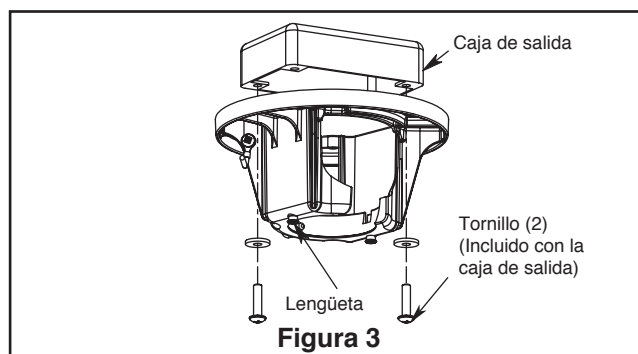

Figura 3
1. Fije bien la abrazadera para colgar a la caja de salida con los tornillos y las arandelas provistas con la caja de salida. (Figura 3)